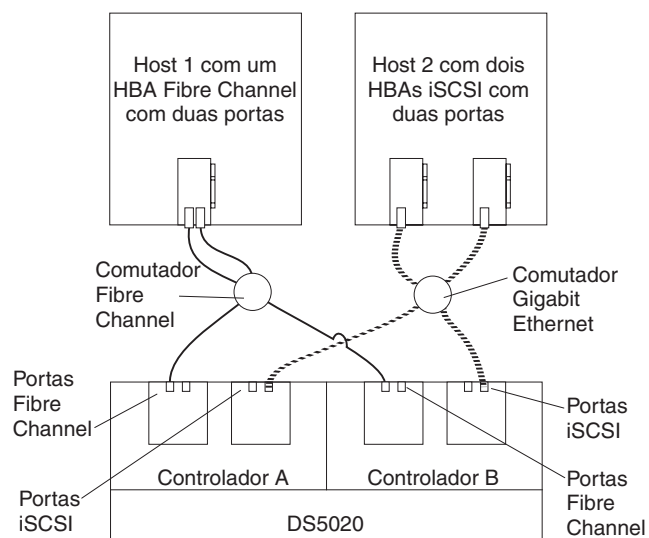

Figura 63. Exemplo de configuração de hosts iSCSI e Fibre Channel com múltiplas portas
- Configuração de hosts iSCSI e Fibre Channel com múltiplas portas, como mostrada na Figura 63 na página 97
A Figura 63 mostra hosts iSCSI e Fibre Channel em uma configuração com múltiplas portas.